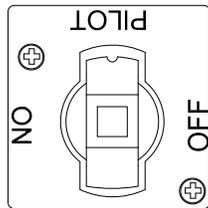

Figura 1
1. Revise que la unidad esté apagada y luego gire la perilla de la válvula de gas a la posición APAGADA. Espere al menos 5 minutos, y luego gire la perilla de la válvula de gas a la posición PILOT (Piloto) (vea la Figura 1).